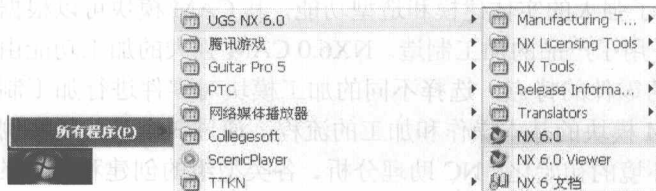
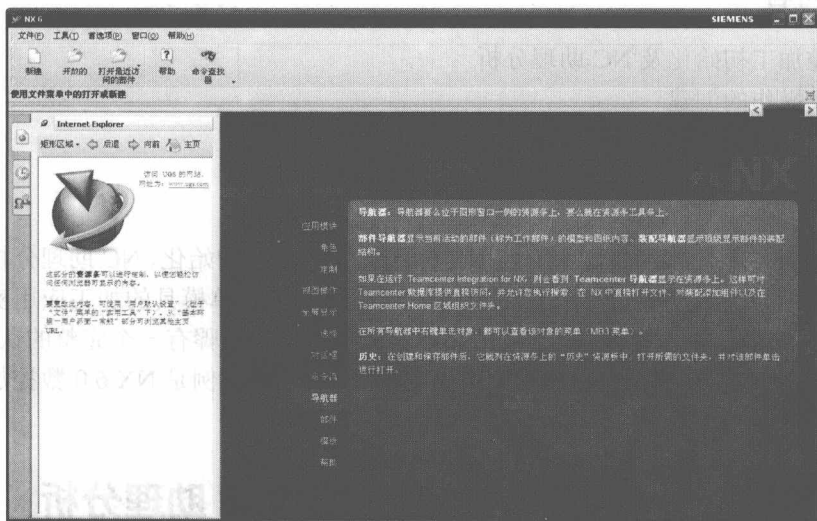

图 1-2 【开始】菜单
图 1-3 【NX 6】界面
(1) 首先启动 NX6.0。在 Windows 的【开始】菜单中依次选择【所有程序】|【UGS NX6.0】|【NX6.0】命令,如图 1-2 所示。启动 NX6.0 软件,其界面如图 1-3 所示。